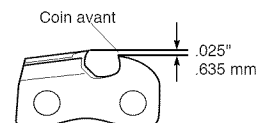

Figure 17 - Arrondir le coin avant du limiteur de profondeur
3. Retirer l'outil. Avec la lime plate, arrondir le coin avant du limiteur de profondeur. (voir la Figure 17.)